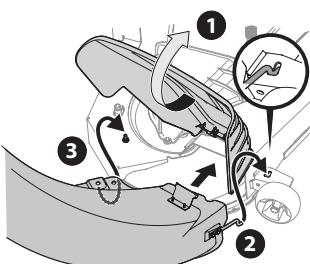

Figura 30
- Inserte el extremo del codo del canal de descarga (2) en el orificio suministrado en el montaje de rueda de la plataforma tal como se muestra en el inserto de Figura 30.
4. Gire el canal de descarga hacia atrás hasta que el orificio del codo del canal de descarga se alinee con el pasador de la plataforma. Mueva el codo de descarga hacia abajo hacia ese pasador como se muestra en (3) de la Figura 30.